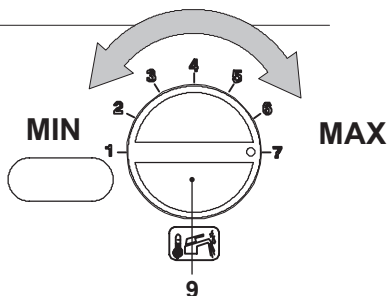

Figura 9.16
- La potenza termica del riscaldamento può essere variata ruotando la manopola regolazione temperatura sanitaria 9 indicata in Figura 9.16.